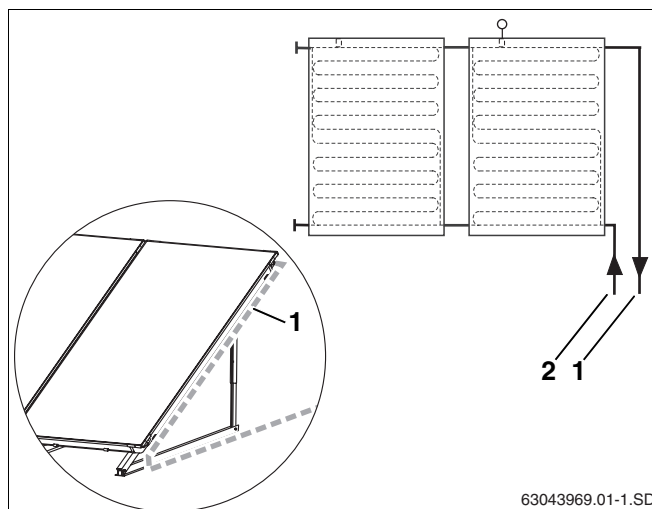

Fig. 55 Poser les tubes collecteurs près du champ de capteurs
- Faites passer la conduite de départ sur site (fig. 55, **pos. 1**) le long du capteur et non pas verticalement vers le bas.